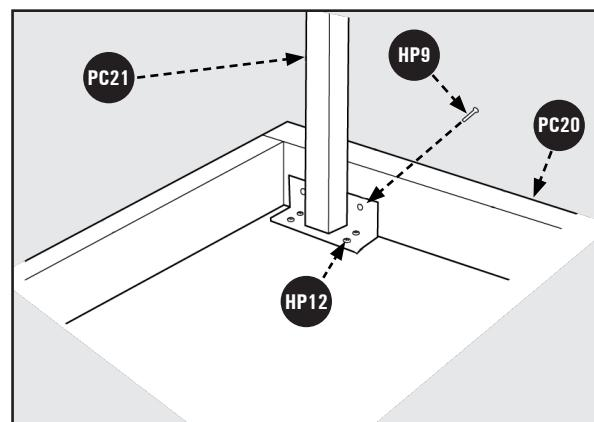

Figure 11
2. Positionnez les pieds de la table **PC21** dans l'angle comme indiqué sur la Figure 11. La paroi verticale de la plaque d'angle du pied doit être contre la paroi en bois de la table.